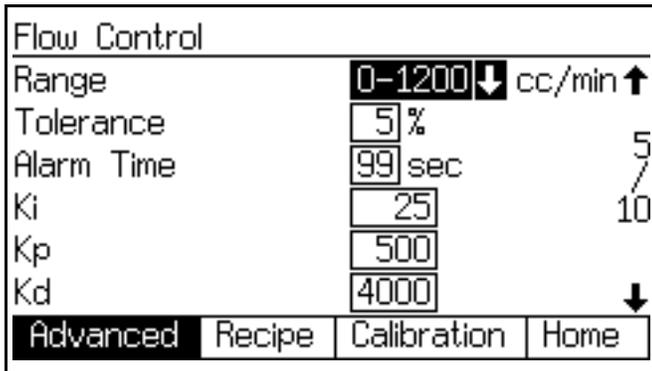

图 95. 高级设置屏幕 5 (仅限带流量控制的自动模式)
2. 进入 **高级设置屏幕 5**（参见图 95）。选择最能涵盖应用场合最大流速目标的流速范围（例如，0-1200）。